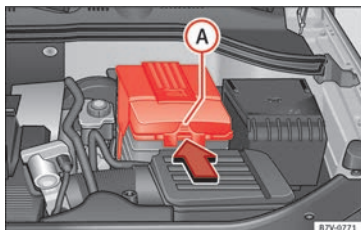

Fig. 248 En el vano motor: retire la tapa de la batería del vehículo.
- *En el caso de una tapa:* presione la lengüeta » **fig. 248 A** en el sentido que indica la flecha y retire hacia arriba la cubierta.